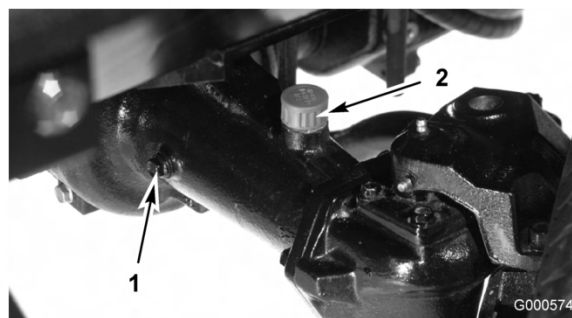

Figure 45
2. Enlevez un bouchon de contrôle à une extrémité du pont arrière (Figure 45) et vérifiez que le lubrifiant atteint la base de l'orifice. Si le niveau est bas, enlevez le bouchon de remplissage (Figure 45) et ajoutez suffisamment de lubrifiant pour rectifier le niveau.